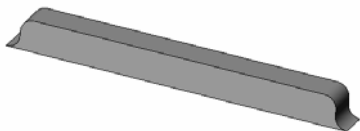

图 10-52 进行拉伸切除操作
⑧ 生成“拉伸切除”特征。选择菜单栏中的“插入”→“切除”→“拉伸”命令，或者单击“特征”工具栏中的“拉伸切除”图标，在属性管理器中方向1的终止条件中选择“完全贯通”，单击“确定”图标，完成拉伸切除操作，如图10-52所示。